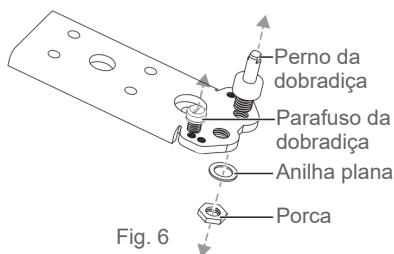

Fig. 6
6. Na dobradiça inferior, remova o parafuso e também o perno da dobradiça, após retirar a arruela e a porca do mesmo (→ Fig. 6).